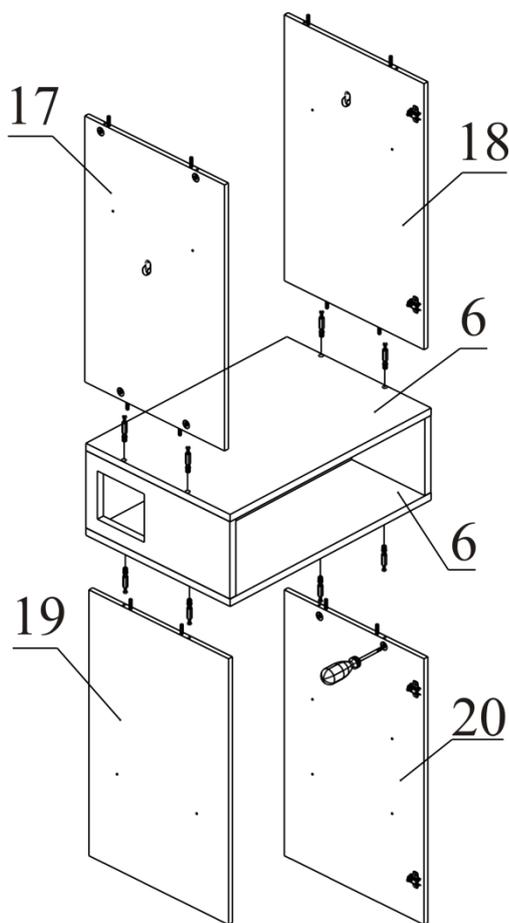

Рисунок 5
6. Вкрутите дюбеля метрические в детали (поз. 6). См. рисунок 5.
7. Соедините детали (поз. 17, 18, 19, 20) с деталями (поз. 6) и стяните их с помощью эксцентриков 16мм. См. рисунок 5.